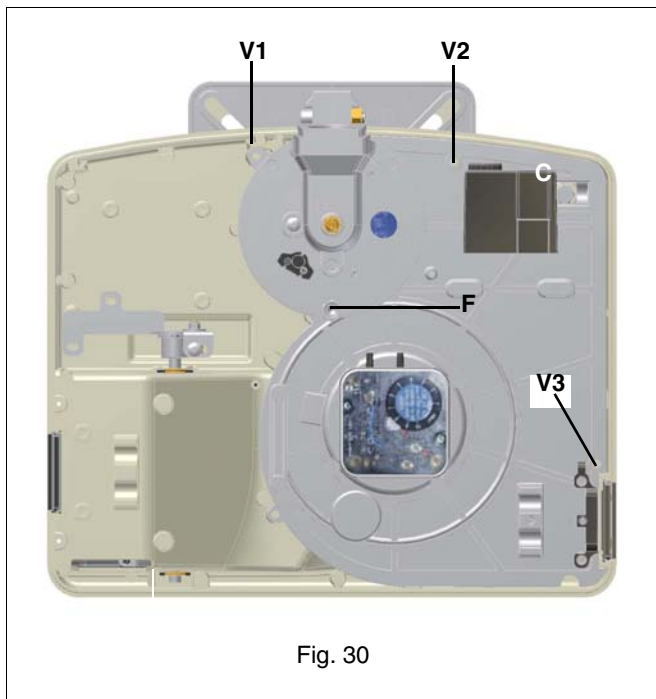

Fig. 30
- Desmante, controle y limpie la cabeza de combustión (véase Fig. 30 y siguientes)
- 1 desmontar la placa componentes C del quemado, removiendo los tornillos V1, V2, V3, V4 y el perno de fijación F (Fig. 30);